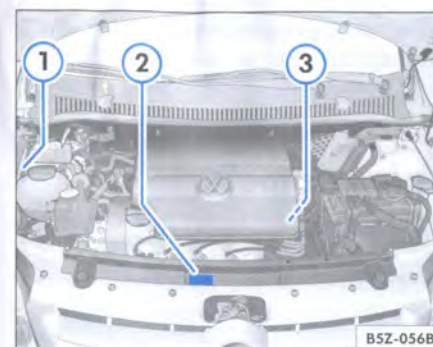

Fig. 165 Números de identificación del vehículo
Las etiquetas de identificación con el número parcial VIS están fijadas en la columna de suspensión derecha y en la columna de la puerta delantera derecha ⇒ fig. 165 ①. Estas etiquetas son destruidas cuando se intenta retirarlas.
La etiqueta de identificación del fabricante está fijada en el travesaño delantero del compartimiento del motor ⇒ fig. 165 ②.
La grabación del número está localizada en la parte posterior del bloque, junto a la fijación de la transmisión ⇒ fig. 165 ③. En algunas regiones este dato forma parte del documento oficial del vehículo.